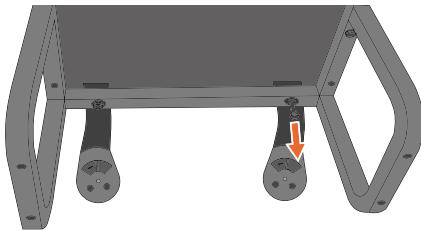

Abbildung 4 - Entfernen des Gurtes.
5. Lösen Sie den Bolzen, mit dem der Gurt an der Sitzbank befestigt ist, auf der rechten Seite des Sitzes, wie in Abbildung 4 dargestellt.
8. Nehmen Sie die Kleinkindschale und führen Sie den Gurt, den Sie gerade in Abbildung 4 entfernt haben, durch die Kleinkindschale. Befestigen Sie nun den Gurt wieder an der Bank, indem Sie den Bolzen und die Unterlegscheibe aus Abbildung 4 wieder einsetzen.